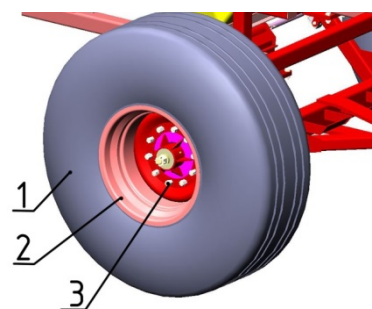

Рисунок 2. Колеса посівної частини:
- в шинах коліс посівної частини (рисунок 2) – $0,18 \pm 0,01$ МПа;
Перевірити затяжку кріпильних деталей 3 (див. рисунок 2) кріплення коліс посівної частини. Крутний момент затягування повинен бути в межах 400-560 Н•м.